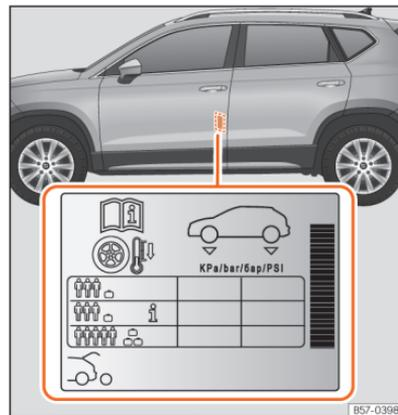

Fig. 215 Localização do autocolante da pressão de ar dos pneus.
- Adapte a pressão dos pneus à carga transportada pelo veículo »» Fig. 215.
Os valores da pressão de enchimento indicam-se na etiqueta autocolante situada na zona posterior da moldura da porta dianteira esquerda »» Fig. 215.
A pressão dos pneus tem de ser ajustada à carga momentânea do veículo. Se pretender utilizar o veículo com a carga máxima, terá de aumentar a pressão dos pneus para o valor máximo indicado na etiqueta »» Fig. 215.
No caso de uma roda de emergência mais estreita [125/70 R16 ou 125/70 R18], encher a 4,2 bar de pressão segundo indicado na etiqueta de pressão dos pneus »» Fig. 215.
Dependendo do veículo, pode adaptar-se a pressão de ar dos pneus para meia carga para aumentar o conforto de condução (pressão de ar dos pneus  »» Fig. 215). Quando se circula com a pressão de ar de conforto, o consumo de combustível pode aumentar ligeiramente.
- **O condutor é responsável por garantir que todos os pneus do veículo estejam cheios com a pressão correta. A pressão de ar recomendada é indicada num autocolante »» Fig. 215.**
- **Com os pneus a frio, deverá manter-se sempre a pressão indicada no autocolante »» Fig. 215.**